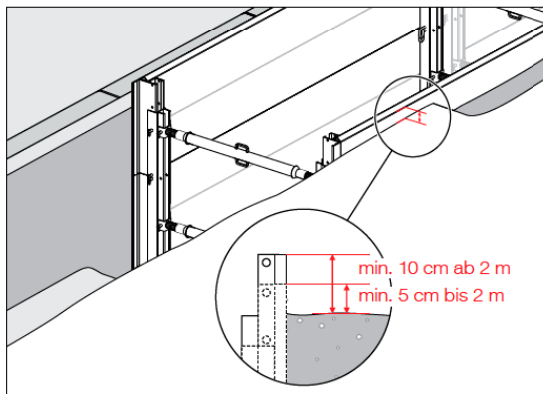

Abb. 6
- Die Verbaueinheit muss min. 5 cm bzw. 10 cm über die Grabenkante herausragen (Abb. 6).